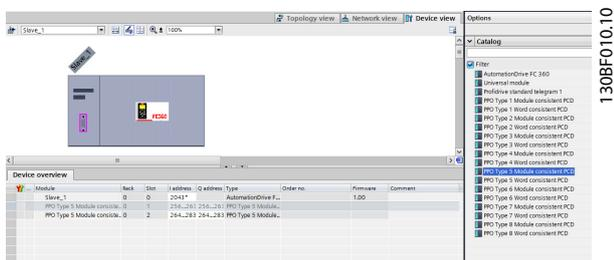

图 3.7 将 PPO 类型 6 连续文字拖放至第一个插槽
8. 设置外设输入与输出数据。在外设区域内设置的数据通过 PPO 类型循环传送。将 PPO 类型 6 连续文字拖放至第一个插槽，如图 3.7 所示。请参阅章 4 控制 中的 PPO 类型以了解更多信息。